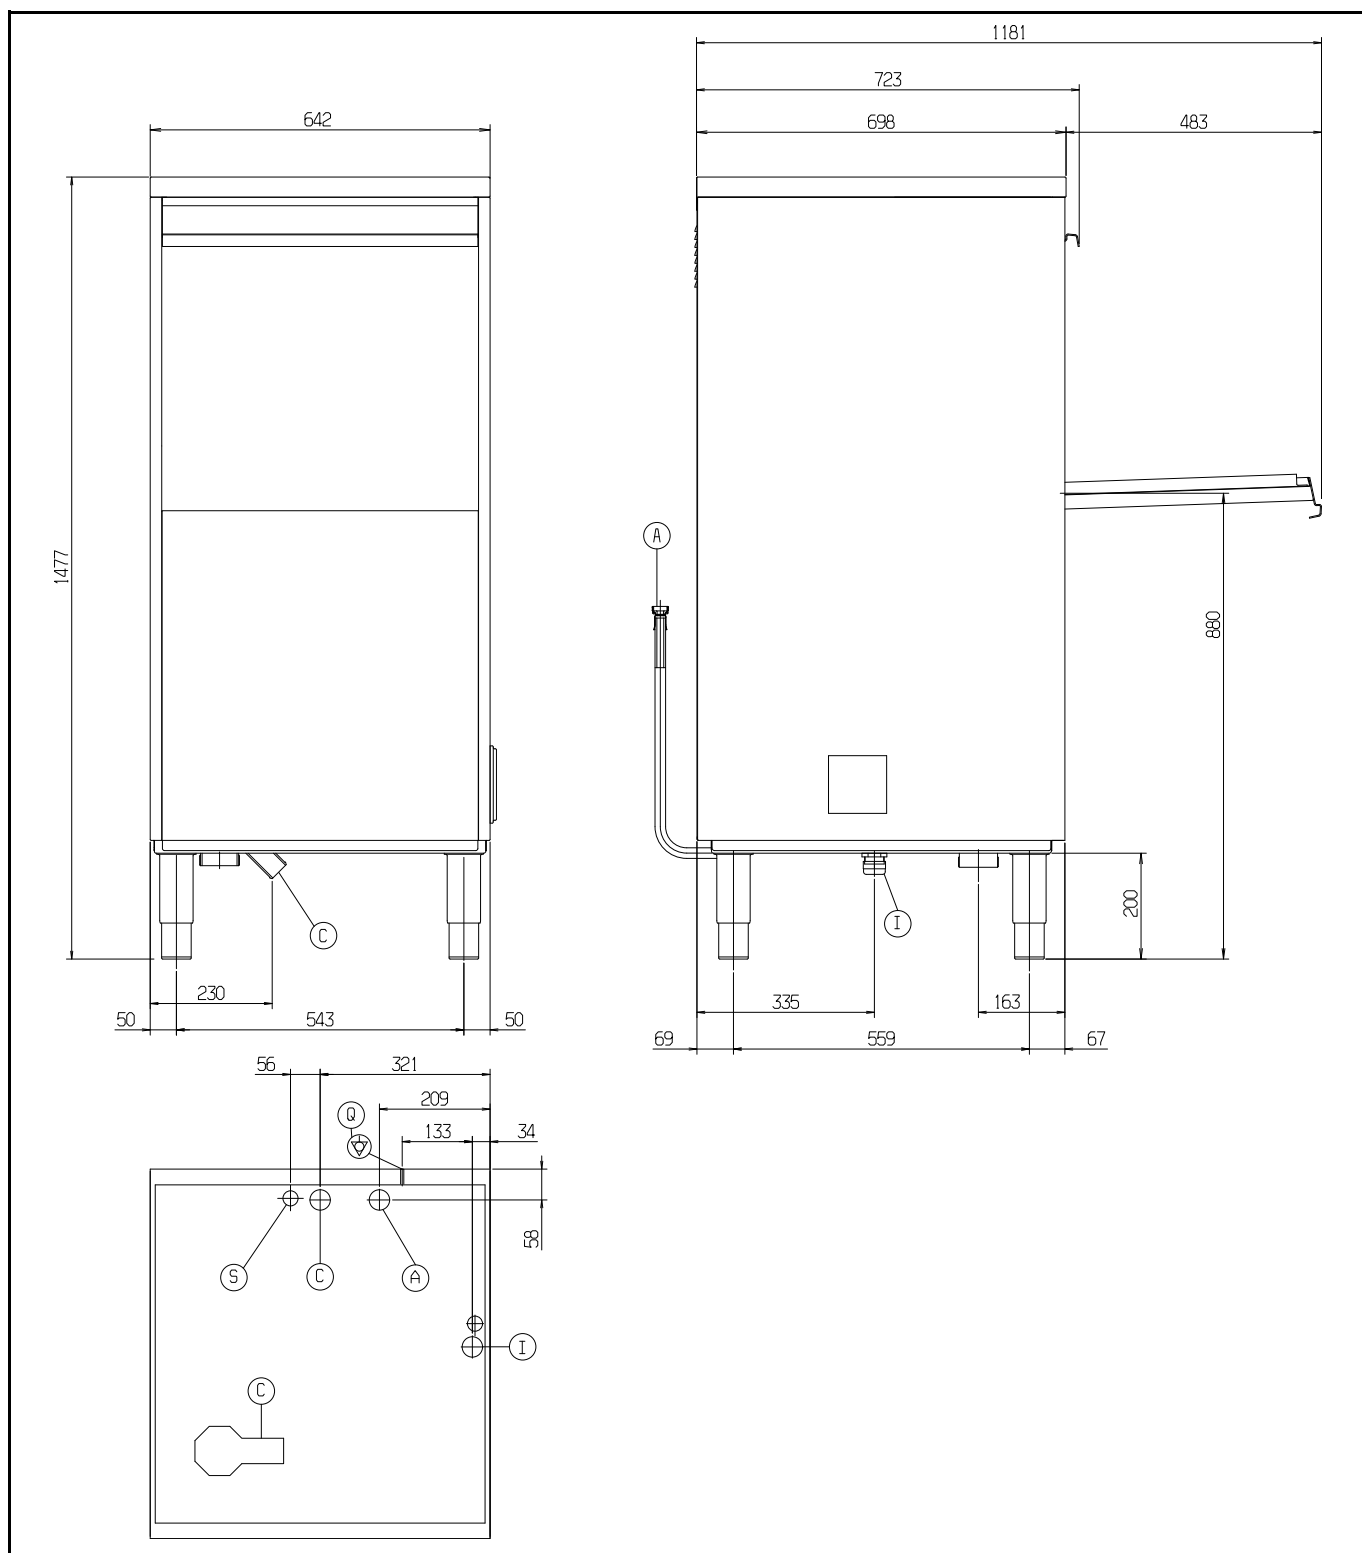
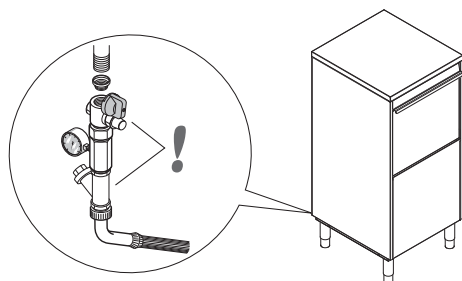

Fig. 4
Fig. 6
Signaturforklaring Fig. 4
- Tilslut maskinens vandtilførselsslange "A" (Fig. 4) til vandforsyningen og indsæt en hane, det medfølgende filter samt et manometer (Fig. 6).
Tilslut afløbsslangen "C" (Fig. 4) til afløbet via en vandlås, eller anbring slangen over et gulvafløb med vandlås.
- Forbind jordlederen i forsyningskablet til et effektivt jordstik. Maskinen skal desuden indeholdes i et ækvipotentialsystem, der tilsluttes ved hjælp af skruen "Q" (Fig. 4) med symbolet "⏏". Ækvipotentiallederen skal have et tværsnit på 10 mm².